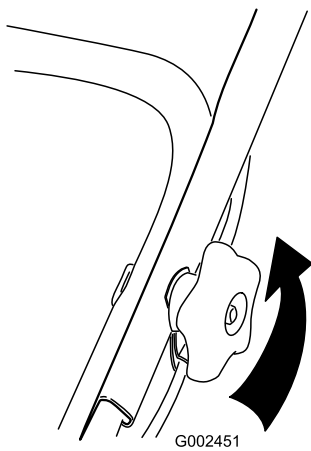

Figure 55
1. Desserrez les boutons du guidon jusqu'à ce que la moitié supérieure bouge librement (Figure 55).